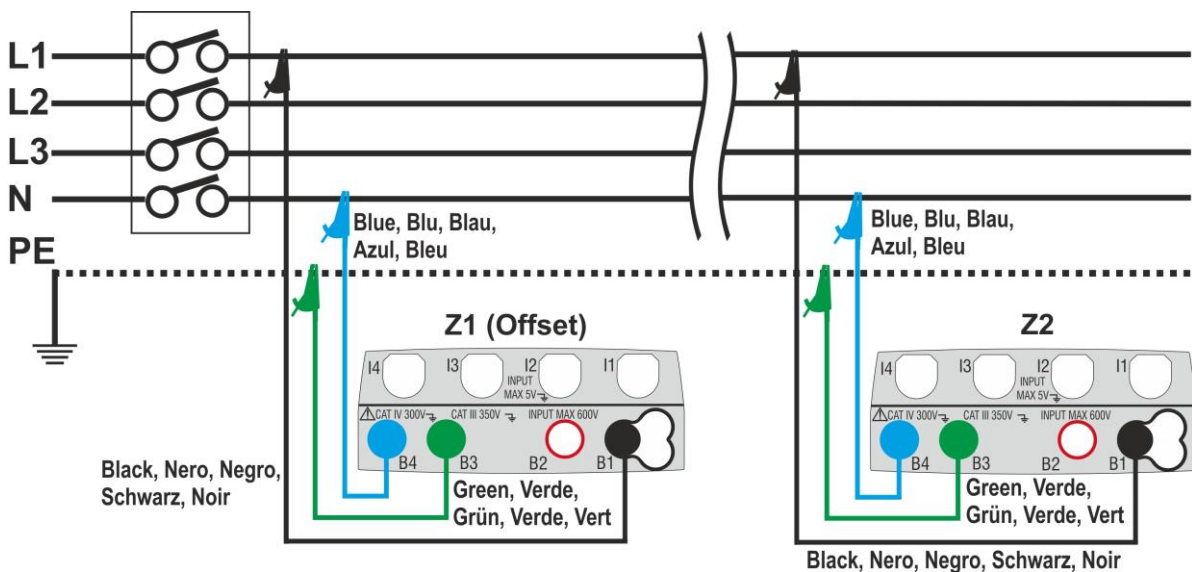

Fig. 34: Collegamento strumento per misura caduta di tensione in modo L-N
- 14 Passare al punto 9 nel caso in cui sia stato inserito manualmente il valore della Z1 (Offset). **Nel caso in cui NON sia stato inserito manualmente il valore della Z1 (Offset)** collegare lo strumento nel punto iniziale della linea in esame (tipicamente a valle della protezione) in accordo alle Fig. 34 o Fig. 35 al fine di eseguire la prima misura di impedenza **Z1 (Offset)**. In tal caso lo strumento eseguirà la misura di impedenza presente a monte del punto iniziale della linea assumendola come riferimento iniziale. La seguente videata (relativa alla misura L-L) è mostrata a display
- 17 Collegare lo strumento nel punto finale della linea in esame in accordo alle Fig. 34 o Fig. 35 in modo da eseguire la misura di impedenza a fine linea **Z2**. La videata a fianco è mostrata a display. Notare la presenza a display del valore Z1 (Offset) precedentemente misurato